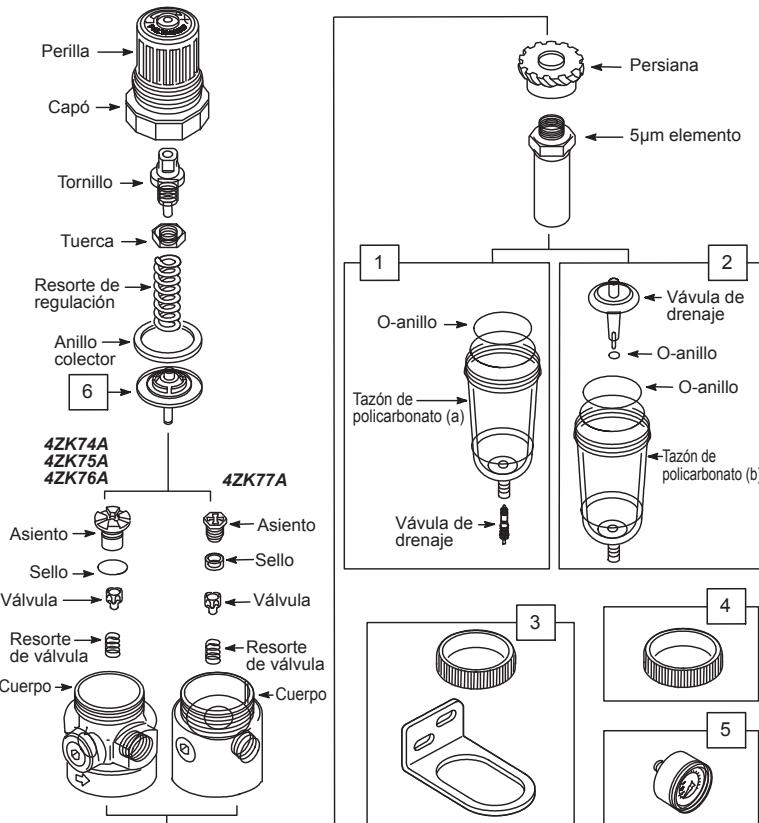

figura 2
INSTRUCCIONES DE OPERACIÓN (Ver Figura 2)
- Desmontaje (Ver figura 2)**
- Desmontar en general de acuerdo con las partes ilustradas en la Figura 2. No quite el drenaje a menos que el reemplazo es necesario. Extraer y sustituir sólo si el mal funcionamiento de drenaje o la conversión de drenaje automático.
- Limpieza (Ver figura 2)**
- Montaje (Ver figura 2)**
- Ensamble de filtro como se muestra en la Figura 2.